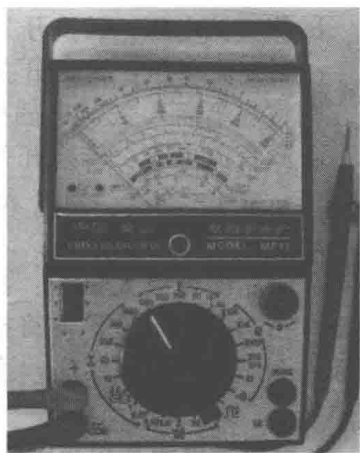

图 1-1 MF47 型万用表的外形
MF47 型万用表的外形如图 1-1 所示。
② 表头:采用磁电式微安表作为表头,内部由上下游丝及磁铁等组成。当微小的电流通过表头时,会产生电磁感应,线圈在磁场的作用下转动,并带动指针偏转。指针偏转角度的大小取决于通过表头电流的大小。由于表头线圈的线径比较细,所以允许通过的电流很小,实际应用中为了满足较大量程的需要,在万用表内部设有分流及降压电路来完成对各种物理量的测量。
③ 表盘:如图 1-1 所示,第 1 条刻度线为电阻挡的读数,它的右端为“0”,左端为“ ∞ ”(无穷大),且刻度线是不均匀的,读数时应该从右向左读,即表针越靠近左端电阻值越大。第 2、3 条线是交流电压、直流电压及各直流电流的读数,左端为“0”,右端为最大读数。根据量程转换开关的不同,即使表针摆到同一位置,其所指示的电压、电流的数值也不相同。第 4 条线是交流电压的读数,是为了提高小电压读数的精度而设置的。第 5 条线是测量晶体管放大倍数(hFE)的。第 6、7 条线分别是测量负载电流和负载电压的读数线。第 8 条线为音频电平(dB)的读数线。
MF47 型万用表设有反光镜片,可减小视觉误差,如图 1-1 所示。